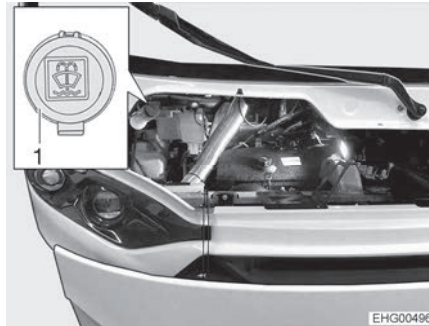

Fig. 17 Bocchettone di riempimento (acqua per i tergicristalli)
- Aprire il coperchio (Fig. 17,1) sul bocchettone di riempimento del contenitore dell'acqua di lavaggio.